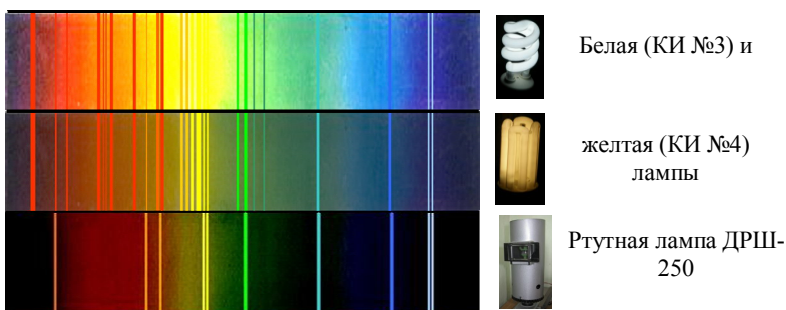

Рис. 8.6. Спектры испускания белой и желтой компактных энергосберегающих люминесцентные лампы и эталонного источника – ртутной лампы ДРШ-250
- 5.1 Установите на оптической скамье ртутную лампу (эталон), сбоку от монохроматора установите КИ №3 – белую компактную энергосберегающую лампу (рис. 8.6). Опустите призму сравнения, рас-